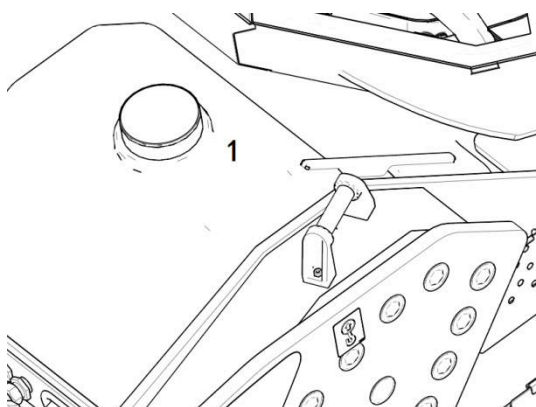

Рис. 3-24 Водораспылительная коробка
3. Очистка мешка фильтра на заливном патрубке для воды водяного бака (Рис. 3-24)